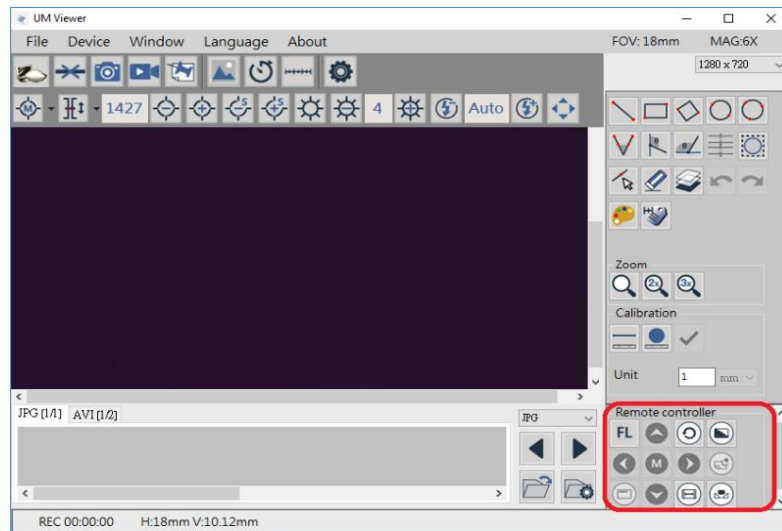

Figura 3-9 Control remoto
(14) Aumento de EV  :Aumenta el brillo.
(15) Control remoto  Haga clic en este botón para ingresar al menú de control remoto. Consulte la Figura 3-9, si el icono está en gris, lo que significa que esta función no es compatible con este modelo.